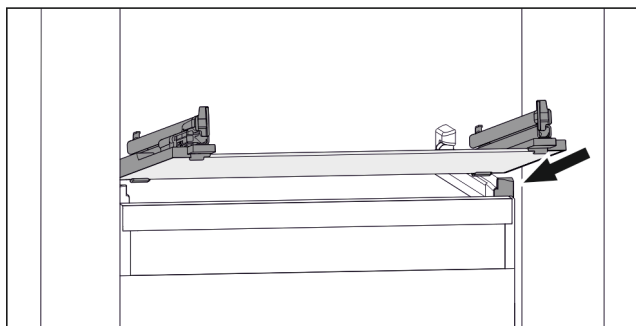

Fig. 99 Exemple de représentation de la tablette en verre
- ▶ Placer la tablette en verre, en l'inclinant, derrière les butées. (voir Fig. 99)